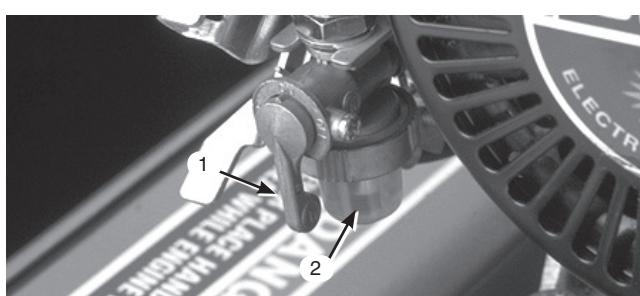

図33
1. 燃料バルブを閉じて、フィルタのボディーからボウルを外す(図33)。